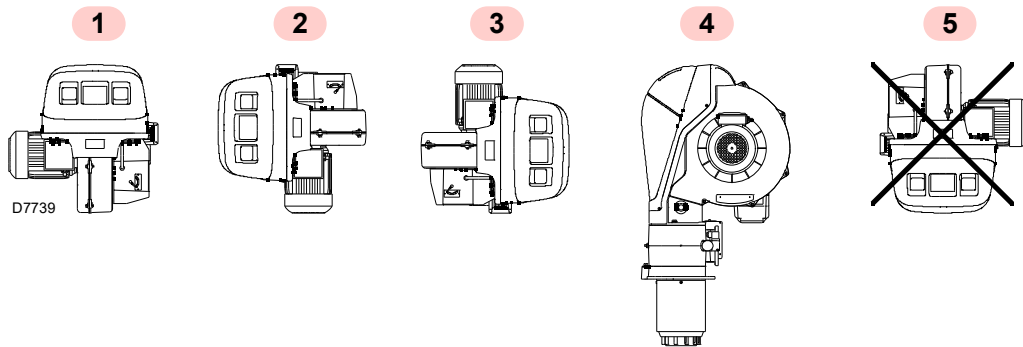

Fig. 12
- Arzătorul a fost pregătit exclusiv pentru funcționare în pozițiile **1**, **2**, **3** și **4** (Fig. 12).